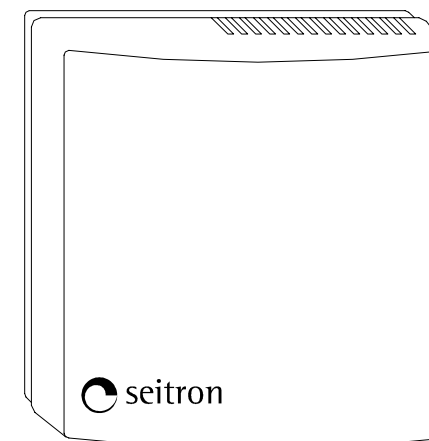
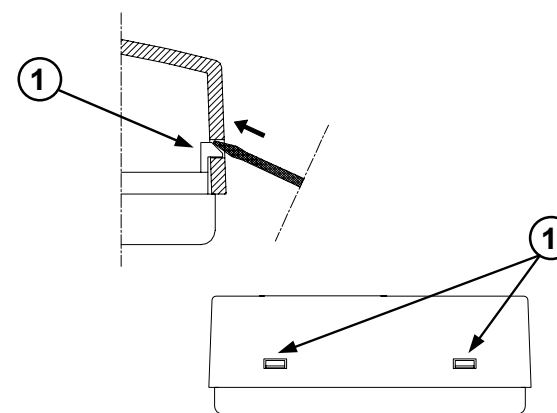

Fig. 1 Aspetto esteriore / Overall appearance / Aspect extérieur / Äußeres Aussehen / Aspecto exterior
Fig. 2 Apertura contenitore / Case opening / Ouverture boîtier / Behälteröffnung / Abertura caja
En la Fig. 1 puede observarse el aspecto exterior de DAE A83. Para su instalación es necesario acceder a las partes internas. Para abrir la caja de plástico es necesario quitar la tapa frontal utilizando un pequeño destornillador para accionar los dientes de plástico (1) indicados en Fig. 2.
Aplicar una ligera presión con el destornillador entre el diente y el orificio, pero no presionar directamente sobre el diente para evitar romperlo. La Fig. 2 representa la sección transversal